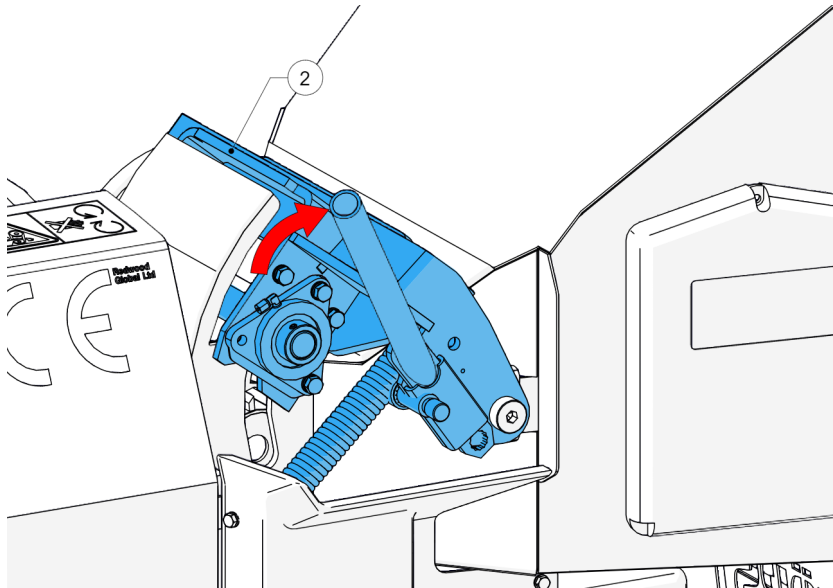

Abbildung 43 - Anheben des Gehäuses der oberen Einzugswalze
12. 2x Personen werden für diesen Schritt benötigt Eine Person hebt die obere Einzugsrolle an (2, Abbildung 43) in die vollständig geöffnete Position, während die andere Person mit Schutzhandschuhen und einem Stück Holz vorsichtig die Verstopfung aus dem Inneren der Zuführkammer entfernt.